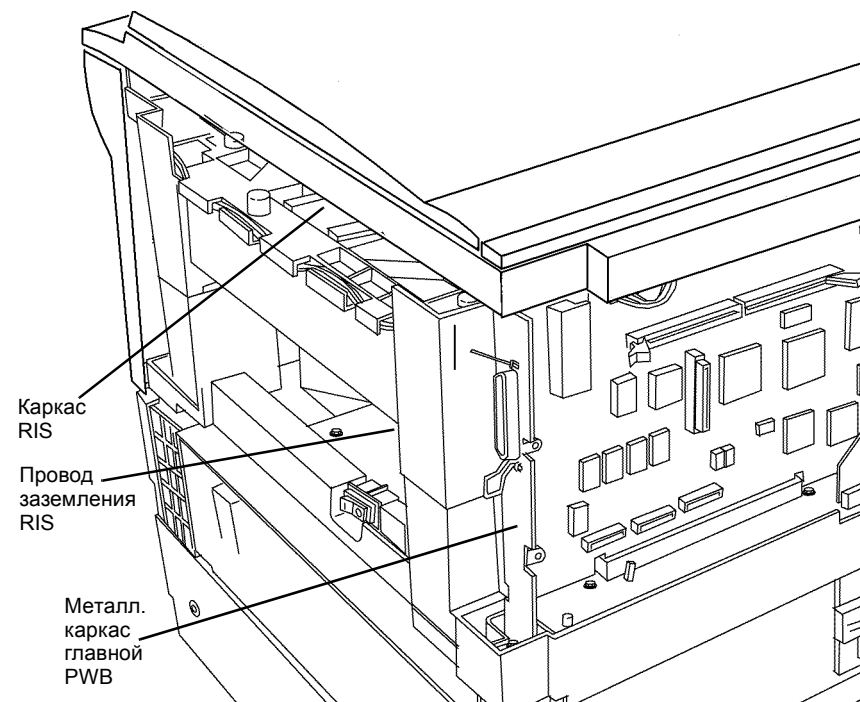

Рисунок 10 Заземление RIS
- а. Подсоедините черный щуп мультиметра к металлическому каркасу главной PWB (Рисунок 10).
- в. Подсоедините красный щуп мультиметра к контакту заземления копи-картриджа (Рисунок 10).
- б. Подсоедините красный щуп мультиметра к металлическому каркасу RIS (Рисунок 10).
- в. Проверьте, что провод заземления RIS подсоединен к клемме заземления RIS (Рисунок 10).
- j. Ослабьте и вновь затяните винты (2) PWB управления лотка 2.
- a. Подсоедините черный щуп мультиметра к металлическому каркасу главной PWB (Рисунок 10).